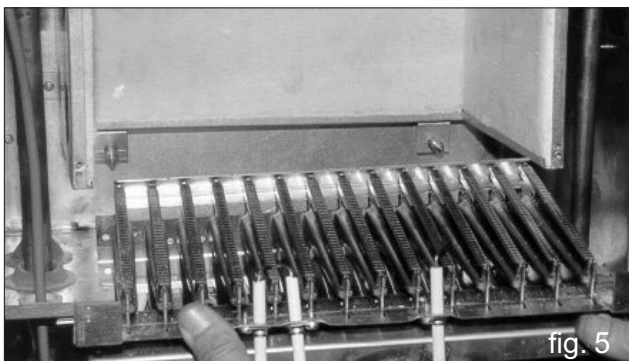

fig. 5
- Sfilare il bruciatore dal focolare. I perni di sostegno bruciatore, posti sulla parete posteriore della camera di combustione dovranno fuoriuscire dalla propria sede (fig. 5).